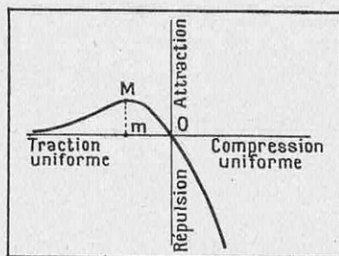

FIG. 1. — COMMENT VARIE LA FORCE AGISSANT SUR UN DES ÉLÉMENTS MATÉRIELS D'UN CRISTAL SOUMIS A DES TRACTIONS ET COMPRESSIONS UNIFORMES
L'analyse par les rayons X (1) et par les rayons cathodiques (2) a permis de connaître la structure intime des cristaux ; ceux-ci peuvent être considérés, en définitive, comme des ions positifs (résidus d'atomes privés d'un ou de plusieurs électrons) arrangés en ordre au sein d'un nuage d'électricité négative formé par des électrons en équilibre statistique. Partant de là, le physicien Born a établi une formule qui fait connaître la force agissant sur un des éléments matériels du cristal, soumis à des tractions ou à des compressions *uniformes*, comme celles qui peuvent être transmises par l'intermédiaire d'un liquide enfermé dans une presse hydraulique ; ses résultats sont représentés graphiquement par la figure 1. On voit que la courbe, dont le point O correspond à l'équilibre normal, passe en M par un maximum ; ce maximum correspond lui-même à un état instable, puisque, lorsqu'on augmente ou qu'on diminue la traction, la
(1) Voir *La Science et la Vie*, n° 143, page 349.
(2) Voir *La Science et la Vie*, n° 235, page 32.